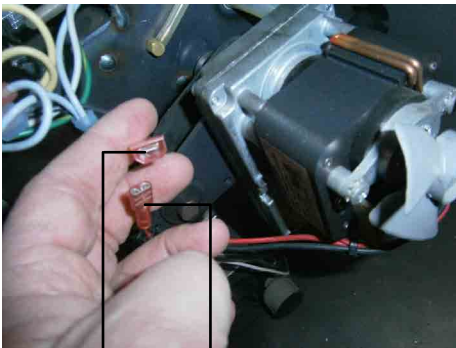

Fig. 4
- Raccorder les contacts de contrôle LWCO en série avec le moteur d'alimentation de la chaudière à granulés. Fig. 4